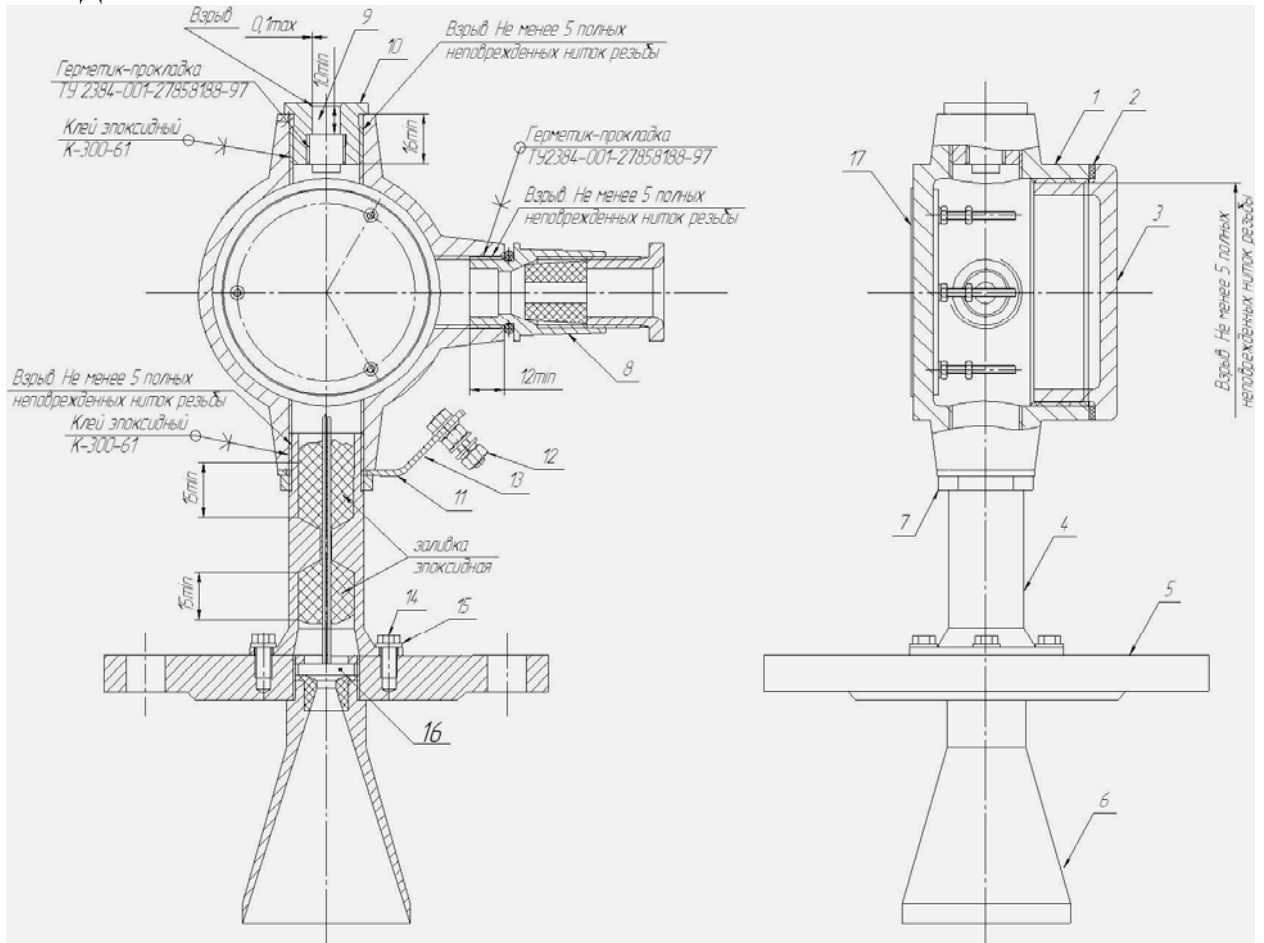

Рис.2. Средства взрывозащиты прибора
Перед монтажом проверить прибор, чтобы на поверхностях, обозначенных словом «Взрыв» (рис. 2), отсутствовали раковины, забоины, трещины и механические повреждения.
К внешней линии прибор присоединяется с помощью штуцера с сальниковым уплотнением поз. 8, (рис. 2). Для этого при помощи ключа снять крышку монтажного отсека с надписью «ОТКРЫВАТЬ, ОТКЛЮЧИВ ОТ СЕТИ». Осуществить подключение кабелем, указанным в таблице 2 или аналогичным, в соответствии со схемой рис.4 и таблицей 1 настоящего документа. Использовать ключ для завинчивания / отвинчивания крышек коробки взрывозащищенной КТА серии В(20) ТУ 3464-020-01403939-05.